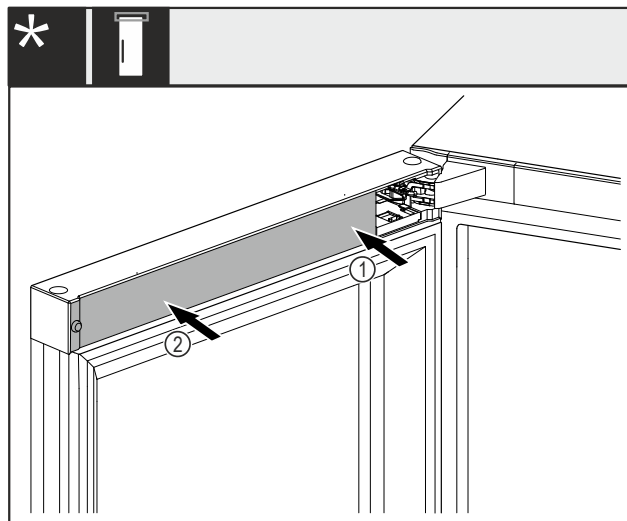

Fig. 50 *
- ▶ Pokrov Fig. 50 (1) najprej namestite na stran ležajnega nastavka in ga zaskočite.*
- ▶ Pokrov Fig. 50 (2) namestite in zaskočite na zunanji strani.*